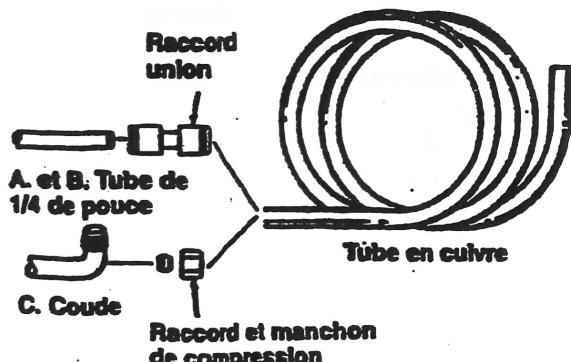

Figure 1
- a. Raccord à vissé mâle au format de 1/4 de pouce: Couper la partie évasée du tube en cuivre branché sur la valve d'eau, puis déposer la partie évasée. S'assurer que le tube est rond et équipé d'équerre. Brancher le tube de la valve d'eau sur le tube en cuivre fourni avec le raccord union de 1/4 de pouce x 1/4 de pouce livré avec le nécessaire. S'assurer que le tube est bien inséré dans le raccord union. Voir la Figure 1.
- b. Raccord de tube en cuivre de 1/4 de pouce: S'assurer que le tube est rond et équipé d'équerre. Utiliser le raccord union de 1/4 de pouce x 1/4 de pouce (fourni) pour brancher le tube de la valve d'eau sur le tube en cuivre livré avec ce nécessaire. S'assurer que le tube est bien inséré dans le raccord union. Voir la Figure 1.
- c. Raccord à écrou flottant: Glisser tout d'abord le raccord de compression sur le tube en cuivre, puis glisser le manchon de compression sur le tube. Introduire le tube dans le coude en s'assurant qu'il vient bien en butte dans la valve. Serrer l'écrou de compression sur la valve, mais ne pas le serrer complètement. Voir la Figure 1.